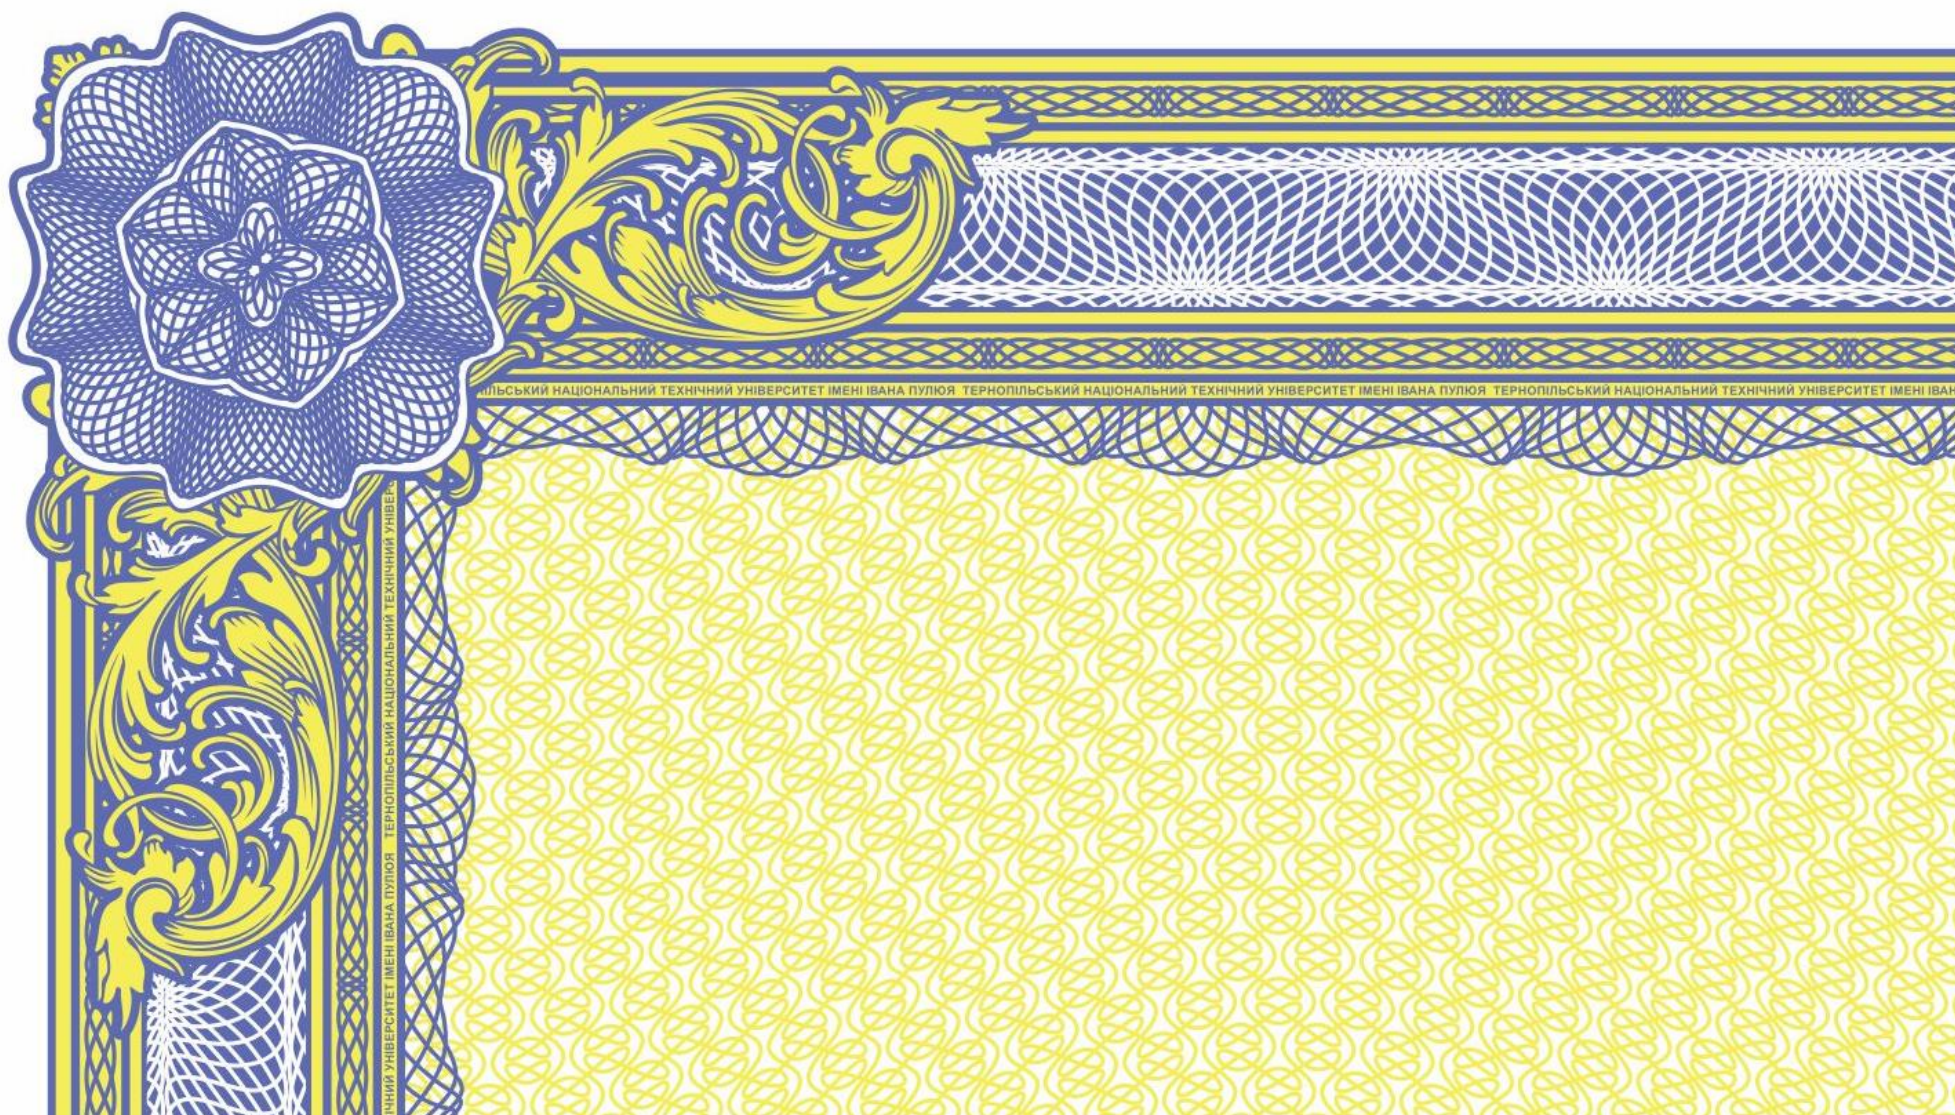

Рисунок 5 – Розташування мікротексту на бланку
2.1.9. На жовтому фоні бордюра синім кольором друкується мікротекст із актуальною назвою навчального закладу, а саме, «ГУСЯТИНСЬКИЙ ФАХОВИЙ КОЛЕДЖ ТЕРНОПІЛЬСЬКОГО НАЦІОНАЛЬНОГО ТЕХНІЧНОГО УНІВЕРСИТЕТУ ІМЕНІ ІВАНА ПУЛЮЯ» Усі букви тексту, друкуються у верхньому регістрі, висота букв до 0,6 мм (рис. 5).